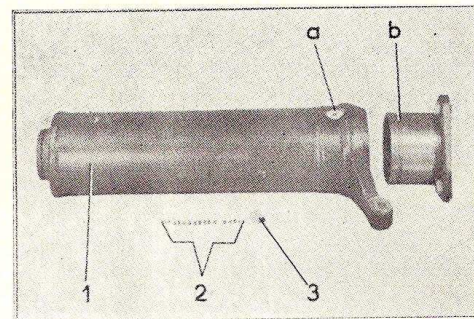

Fig. S 1.
— Présenter le levier (1, fig. S.1) de réglage, engager les quinze billes (2) une par une par le trou taraudé en « a ».